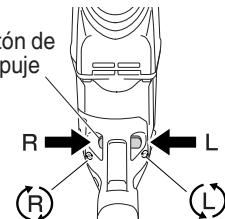

Fig. 6
- 9. Confirmar la dirección de rotación de la broca (Fig. 6)